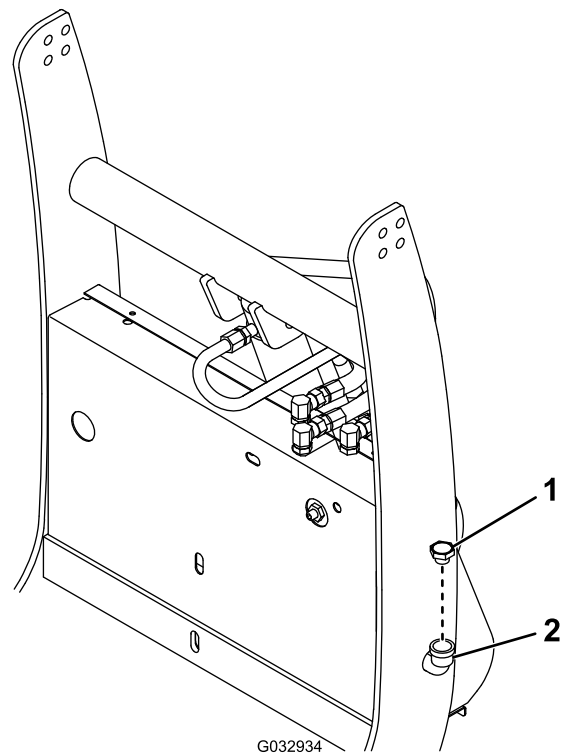

Figura 36
2. Limpie la zona alrededor del tapón de llenado (Figura 36).
3. Retire el tapón de llenado del depósito hidráulico (Figura 36).